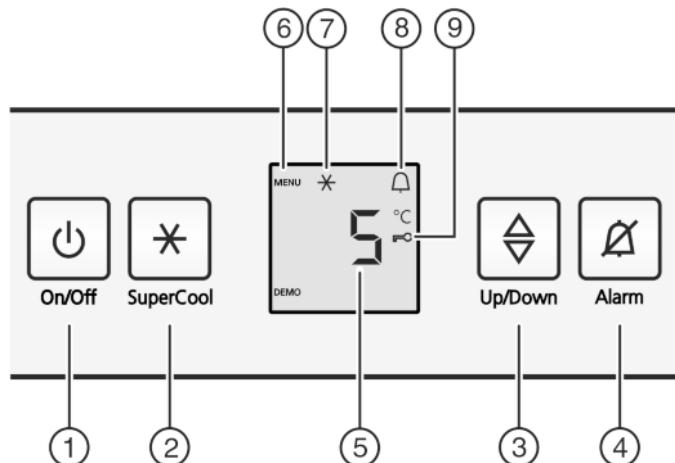

Fig. 2
- Нажать кнопку On/Off Fig. 2 (1).
- Нажмите кнопку «SuperCool» Fig. 2 (2) и удерживайте ее прим. 5 секунд.
- На индикаторе будет отображаться символ «Меню» Fig. 2 (6).
- Для подтверждения нажать и отпустить кнопку «SuperCool» Fig. 2 (2).
- На индикаторе горит символ «Защита от детей» Fig. 2 (9).
- Нажать и отпустить кнопку «On/Off» Fig. 2 (1).
- Нажмите кнопку Alarm Fig. 2 (4).
- ▶ Активация модуля регулировки температуры: нажмите кнопку настройки Fig. 2 (3).
- ▶ Температуру меняйте ступенями по 1 °C: нажмайтe кнопку настройки Fig. 2 (3) до тех пор, пока на индикаторе температуры не будет высвеченa требуемая температура.
- ▶ Коротко нажмите кнопку SuperCool Fig. 2 (2).
- ▷ На индикации горит символ SuperCool Fig. 2 (7).
- ▷ Символ SuperCool Fig. 2 (7) на индикации гаснет.